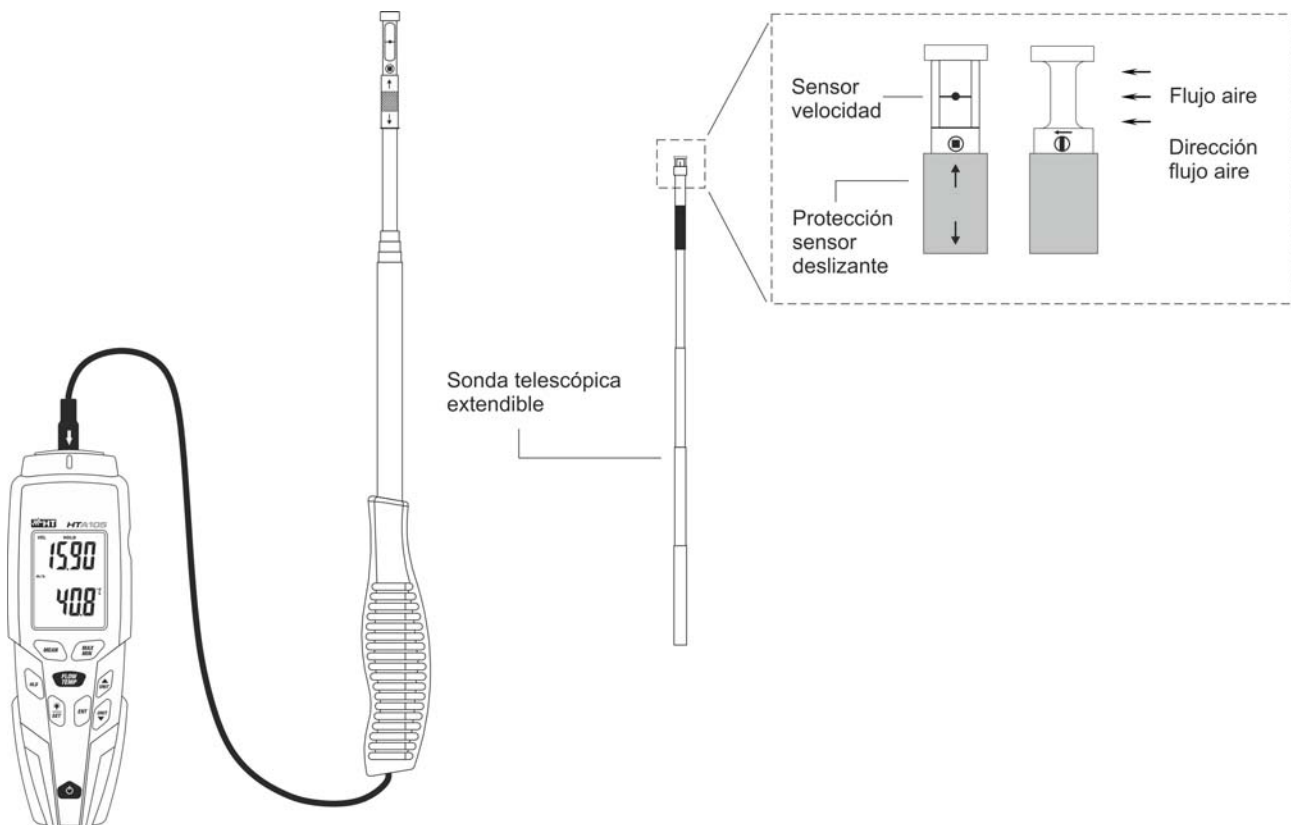

Fig. 7: Medida de velocidad y temperatura del aire
1. Inserte la sonda externa en la parte superior mediante el terminal adecuado (ver Fig. 1 – parte 1). Preste atención a la flecha presente en el conector de la sonda (ver Fig. 7 que debe estar hacia la parte delantera del instrumento)
5. Alargue eventualmente la sonda telescópica y posicione el sensor de velocidad en dirección paralela al flujo de aire en la dirección indicada por la flecha presente en la misma (ver Fig. 7)
8. Alargue eventualmente la sonda telescópica y posicione el sensor de velocidad en dirección paralela al flujo de aire en la dirección indicada por la flecha presente en la misma (ver Fig. 7)
1. Inserte la sonda externa en parte superior mediante el terminal adecuado (ver Fig. 1 – parte 1). Preste atención a la flecha presente en el conector de la sonda (ver Fig. 7 que debe estar hacia la parte delantera del instrumento)